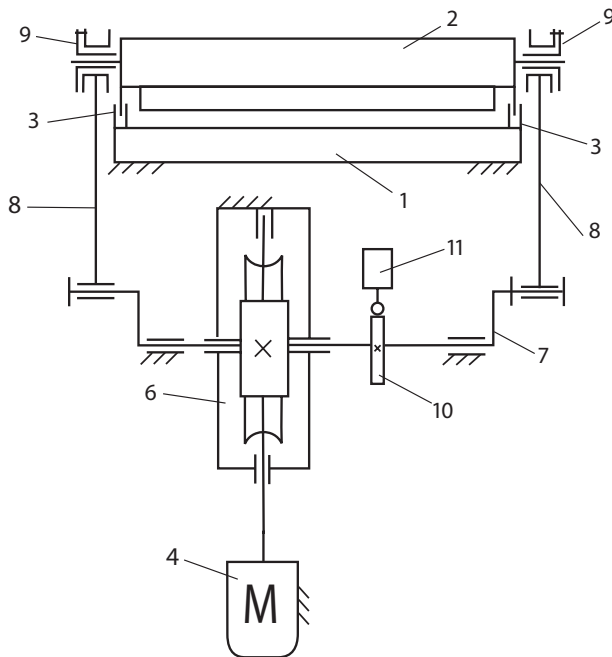

Рис. 1
Машина содержит остов (рис. 1), передний и задний столы и движущуюся возвратно-поступательно по вертикали в направляющих 3 остова траверсу 2 для крепления и привода инструмента.
**ВНИМАНИЕ!** В том случае, если произошло заклинивание машины, необходимо, отключив машину, вручную вращать вентилятор двигателя (рис.1) до возврата траверсы в исходное положение.